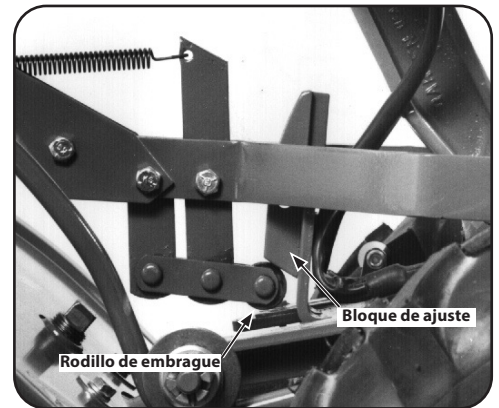

Figura 3-11
8. Pruebe el funcionamiento de la Palanca de Ruedas/Dientes/transmisión de la PTO. Oprima la palanca hacia abajo hasta que se traben en la posición Forward (avance). El rodillo del embrague debe quedar apoyado debajo del bloque de ajuste. A continuación, mueva hacia arriba hasta la posición Neutral (punto muerto). Consulte la Figura 3-11.